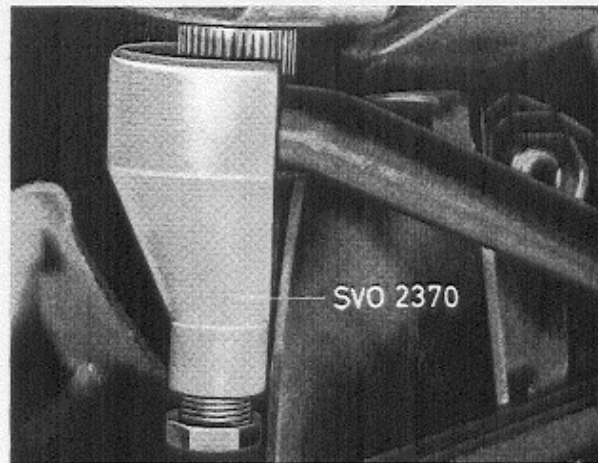

Abb. 48 Abziehen des Lenkstockhebels
- Lenkstockhebel mit der Abziehvorrichtung 2370 gem. Abb. 48 von der Lenkrollenwelle abziehen.